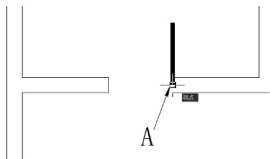

图 2.88 指定圆弧的中心点
(6) 在指定下一点或 [圆弧(A)/闭合(C)/半宽(H)/长度(L)/放弃(U)/宽度(W)]: 提示下, 输入“W”后按 Enter 键。
(7) 在指定起点宽度 $\langle 0.0000 \rangle$: 提示下, 输入“0”。
(8) 在指定端点宽度 $\langle 0.0000 \rangle$: 提示下, 输入“0”, 将线宽由 50mm 改为 0mm。
(9) 在指定下一点或 [圆弧(A)/闭合(C)/半宽(H)/长度(L)/放弃(U)/宽度(W)]: 提示下, 输入“A”后按 Enter 键, 指定将要绘制圆弧。
(10) 在指定圆弧的端点或 [角度(A)/圆心(CE)/闭合(CL)/方向(D)/半宽(H)/直线(L)/半径(R)/第二个点(S)/放弃(U)/宽度(W)]: 提示下, 输入“CE”后按 Enter 键, 用指定圆心的方式绘制圆弧。
(11) 在指定圆弧的圆心: 提示下, 捕捉 A 点(门扇的起点)作为圆弧的圆心, 如图 2.88 所示。